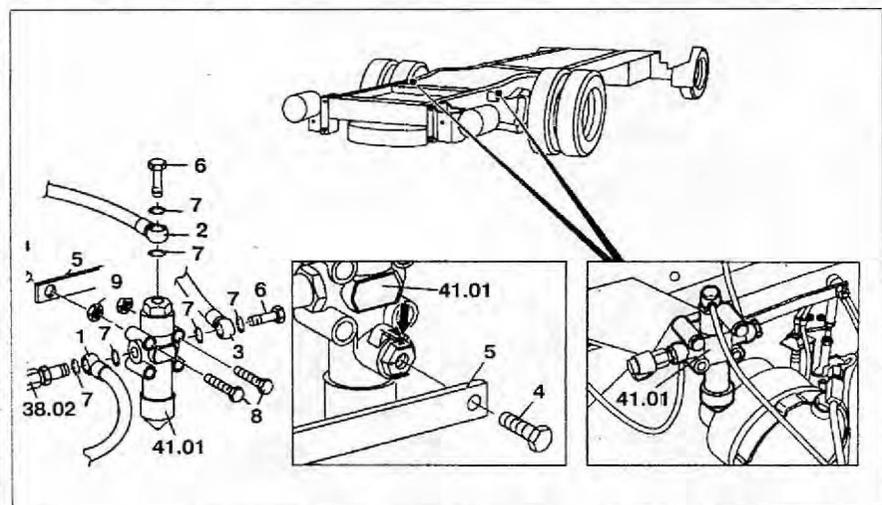

Рис. 5.34. Клапан регулировки высоты передней оси:
1. Уменьшите давление в воздухопроводах, ослабив трубки 1, 2 и 3 на клапане 41.01 (рис. 5.34). Замените уплотнительное кольцо 7.